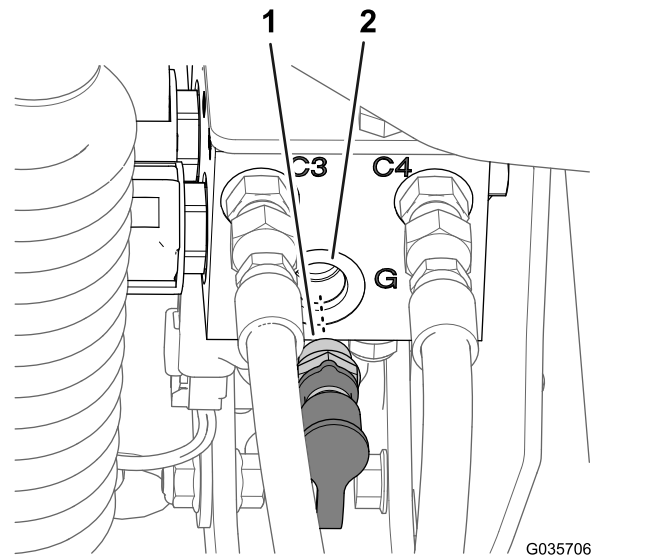

Figure 6
4. Débranchez le raccord de diagnostic et son chapeau de l'orifice G sur l'ancien collecteur des vérins de levage (Figure 6).